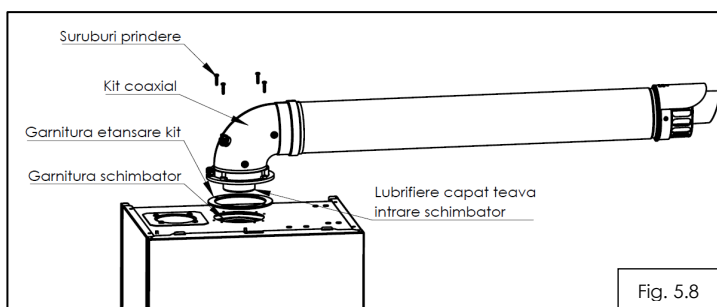

Fig. 5.8
Pentru instalarea facilă a kitului este necesară lubrifierea capatului cotului (4) la partea de intrare în centrală, utilizați numai apă sau săpun comercial standard. Lubrifierea este necesară pentru a nu deplasa garnitura de evacuare de pe schimbătorul principal de căldură (fig. 5.8).